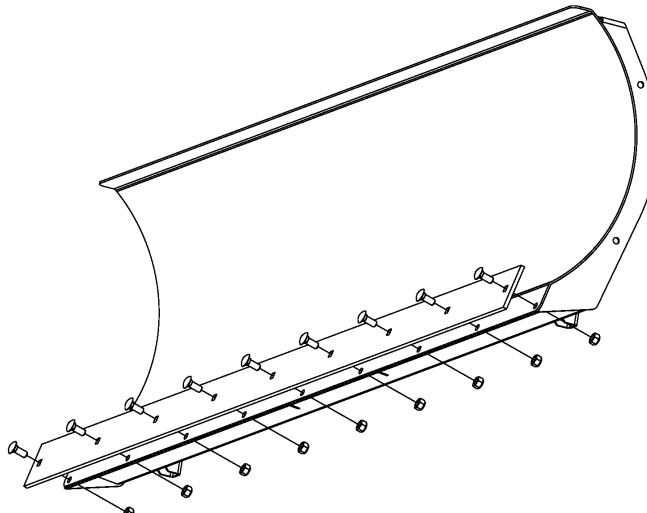

FIGURA 1
1. Acople la barra de desgaste a la hoja de la pala como se muestra en la Figura 1. Pase los pernos de carroaje de 10 mm a través de los agujeros cuadrados de la barra de desgaste y de los respectivos orificios de la pala. Ajuste con la tuerca de seguridad de 10 mm.